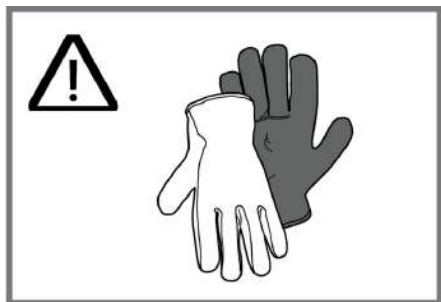

Abb. 5
- Die Teile im Inneren des Gerätes können scharfkantig sein. Tragen Sie Schutzhandschuhe. (Abb. 5).